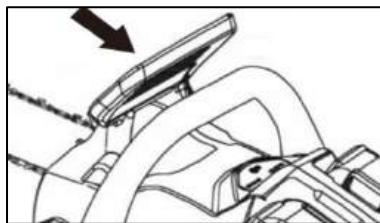

Рис. 1A
рабочее положение (рис. 1A).
- Убедитесь, что тормоз цепи отключен (рис. 1A).